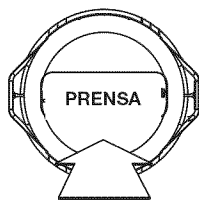

Fig. 17
5. Vuelva a colocar la tapa de tope alineando las lengüetas de la tapa con los orificios de traba de lengüeta de la bobina exterior y presione firmemente hacia abajo hasta que ambas lengüetas caigan nuevamente en su lugar. (Fig. 17)